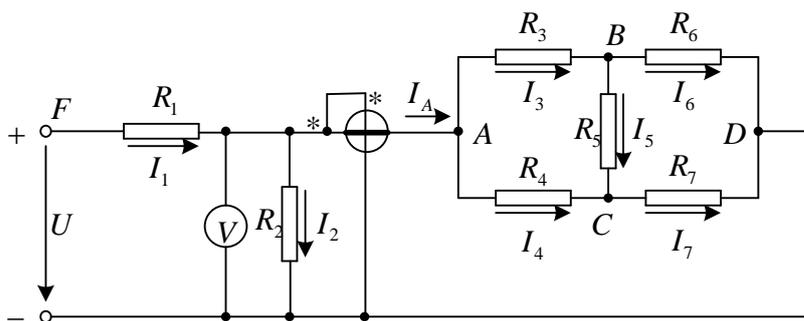

Рис. 1.1
1. По базе данных (табл.1.1) для своего варианта определить параметры электрической цепи (рис. 1.1), питающейся от сети постоянного тока с напряжением  $U$ .